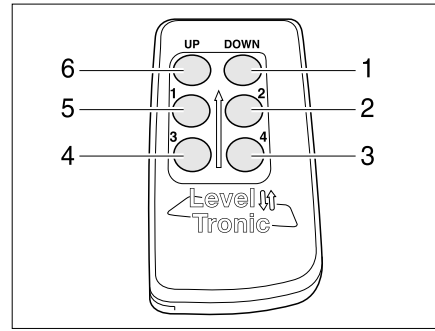

Bild 30 Fernbedienung
UP (Bild 30,6)	Hubstütze einfahren (Start/Stop) < 1 Sekunde = einzelne Hubstütze > 1 Sekunde + Taste "1" = zwei Hubstützen
DOWN (Bild 30,1)	Hubstütze ausfahren (Start/Stop) < 1 Sekunde = einzelne Hubstütze > 1 Sekunde + Taste "2" = alle vier Hubstützen
1 (Bild 30,5)	vordere Hubstütze, links < 1 Sekunde = Anwahl der Hubstütze > 1 Sekunde + Taste "2" = automatische Nivellierung > 1 Sekunde + Taste "UP" = Einfahren von zwei Hubstützen
2 (Bild 30,2)	vordere Hubstütze, rechts < 1 Sekunde = Anwahl der Hubstütze > 1 Sekunde + Taste "DOWN" = Ausfahren aller Hubstützen
3 (Bild 30,4)	hintere Hubstütze, links < 1 Sekunde = Anwahl der Hubstütze > 8 Sekunden + Taste "4" = Aktivieren des Systems nach System-Ab-schaltung
4 (Bild 30,3)	hintere Hubstütze, rechts < 1 Sekunde = Anwahl der Hubstütze > 8 Sekunden + Taste "3" = Aktivieren des Systems nach System-Ab-schaltung
- Taste "DOWN" (Bild 30,1) kurz drücken. Hubstütze schwenkt nach unten und fährt aus.
- Tasten "1" (Bild 30,5) und "2" (Bild 30,2) einige Sekunden drücken. Fahrzeug wird automatisch waagrecht ausgerichtet.
- Taste "UP" (Bild 30,6) kurz drücken. Hubstütze fährt ein und schwenkt nach oben. Wenn die Endposition erreicht ist, stoppt das System automatisch.